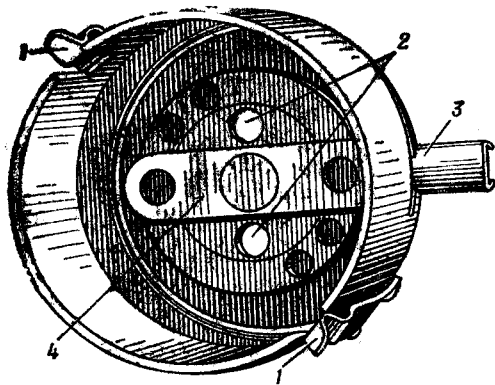

Рис. 29. Диафрагма:
34. Диафрагма (рис. 29) предназначена для защиты электронно-оптического прибора от чрезмерной засветки при работе с прицелом днем, а также для защиты объектива от повреждений.